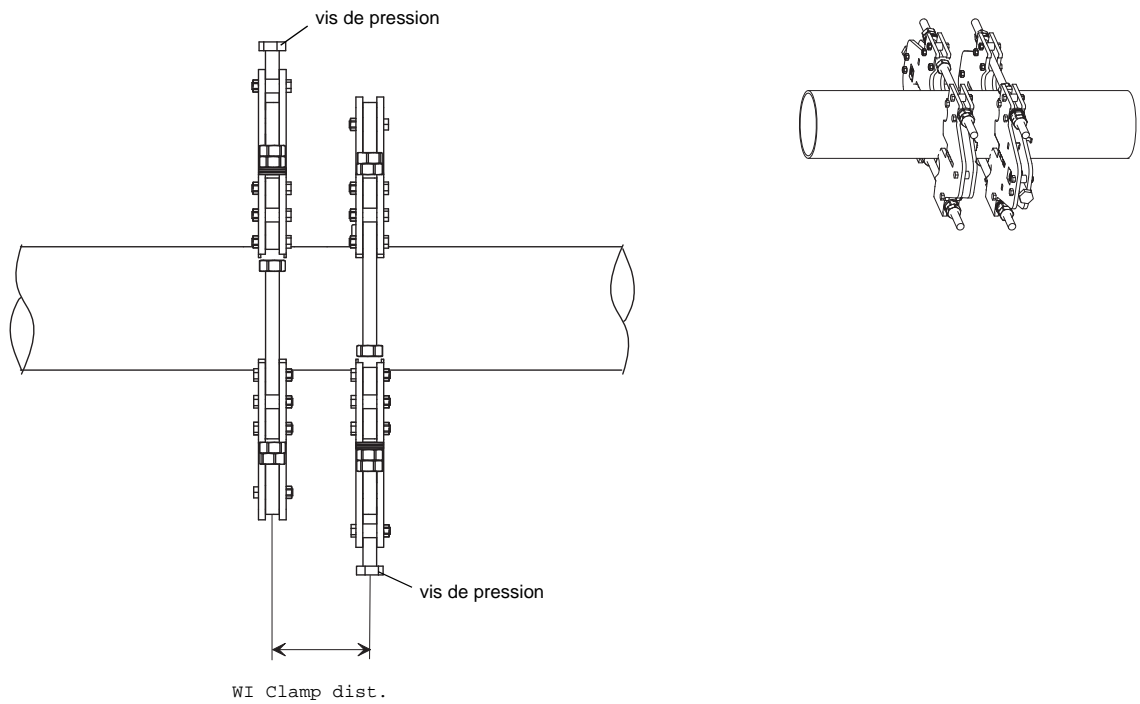

Fig. 3.3: Dispositif de fixation à la conduite monté pour la mesure en mode diagonal (vue en plan)
- en mode diagonal, les vis de pression pointent dans des directions opposées (voir Fig. 3.3),
- Réglez l'écart WI Clamp dist. entre les deux dispositifs de fixation à la conduite (voir Fig. 3.3).